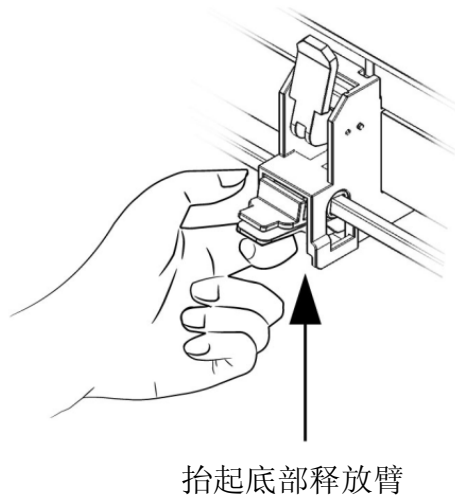

图 4-5
**注意：** 拨杆压下去之前拉起所有压纸轮下面的把手（如图 4-5），以确保所测介质宽度的准确性。